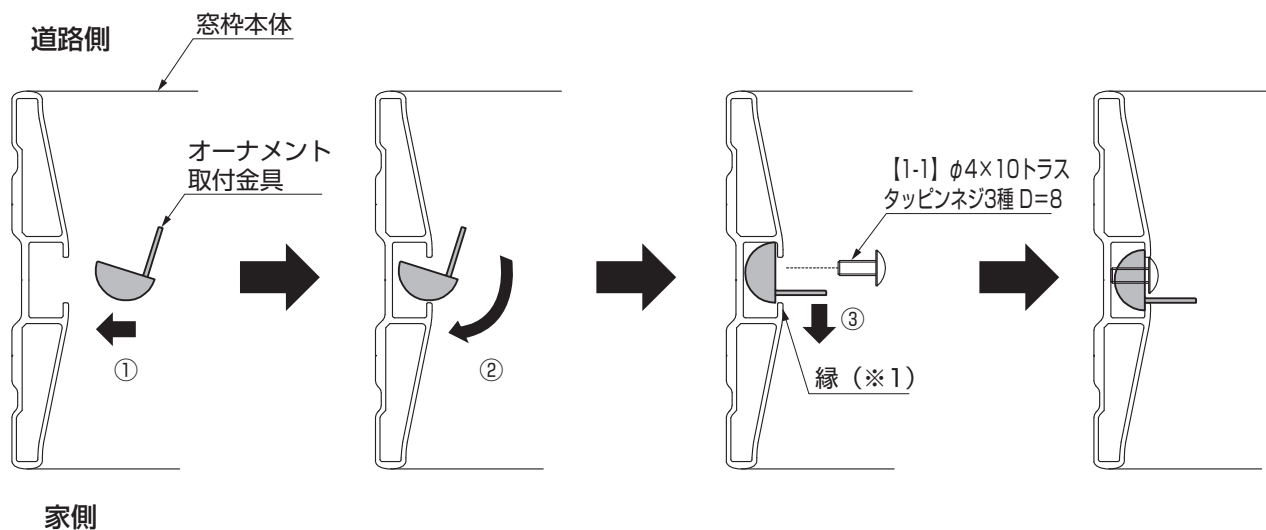

図3-1 オーナメント取付金具固定方法
- ①オーナメント取付金具を窓枠の溝に入れてください。(図3-1参照)
- ②窓枠の溝で回転させてください。(図3-1参照)
- ③オーナメント取付金具の背を溝の縁(※1)にあてて、オーナメントの取付位置に合わせて【1-1】で固定してください。(図3-1参照)